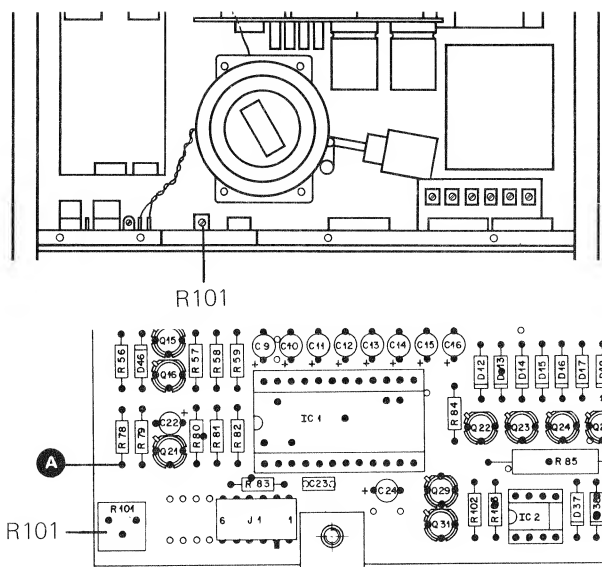

Fig. 5.3.-1
5.3. Einstellung des Infrarot-Bandendschalters (Fig. 5.3.-1)
5.3. Adjusting the infrared tape-end sensor (fig. 5.3.-1)